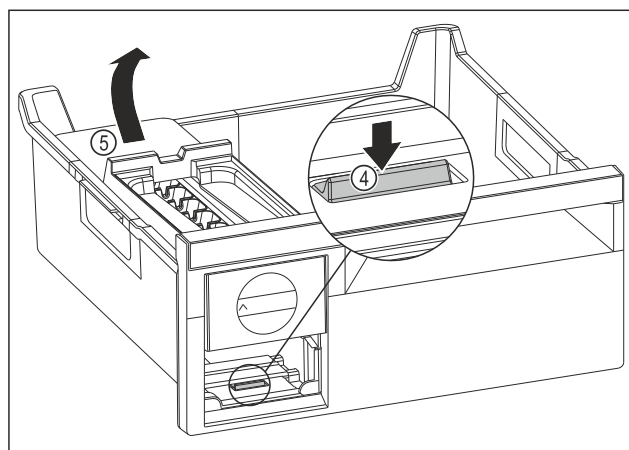

Fig. 131
- ▶ Wymywanie korpusu EasyTwist-Ice: Nacisnąć nakładkę Fig. 131 (4) palcem w dół i jednocześnie podnieść korpus EasyTwist-Ice Fig. 131 (5) od tyłu drugą ręką.